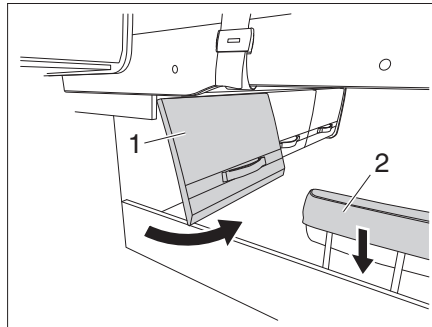

Bild 130 Staufach-Klappe und Kopfstütze
- Staufach-Klappe (Bild 130,1) öffnen.
- Kopfstütze (Bild 130,2) absenken.